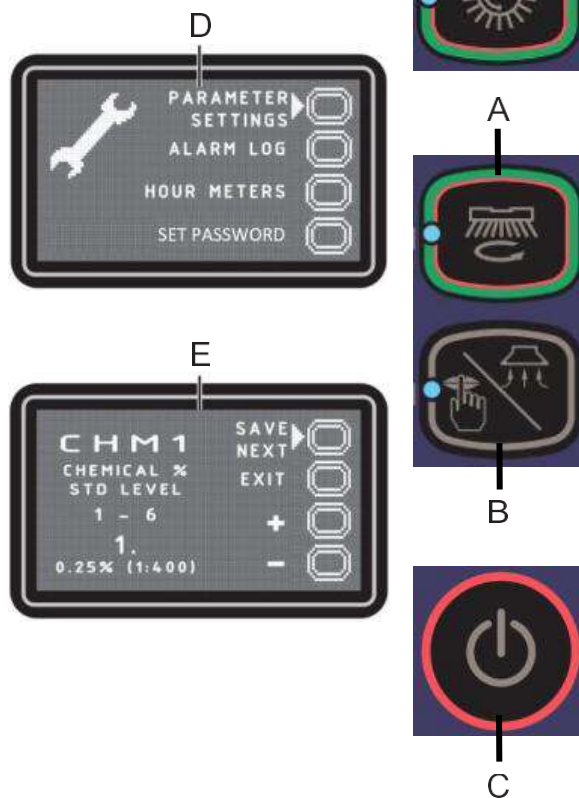

Abb. 7
### Hauptbildschirm (D, Abb. 7)
### Bildschirm Geräteeinstellungen (E, Abb. 7)
Drücken Sie die Taste (A), um den Pfeil zu „EXIT“ (VERLASSEN) zu bewegen und drücken Sie die Taste (B), um zum Hauptbildschirm zurückzukehren (D, Abb. 7).
Drücken Sie Taste (B), um zum Hauptbildschirm zurückzukehren (D, Fig. 7).
2. Drücken Sie Taste (B) zur Speicherung und um zum Hauptbildschirm zurückzukehren (D, Fig. 7).